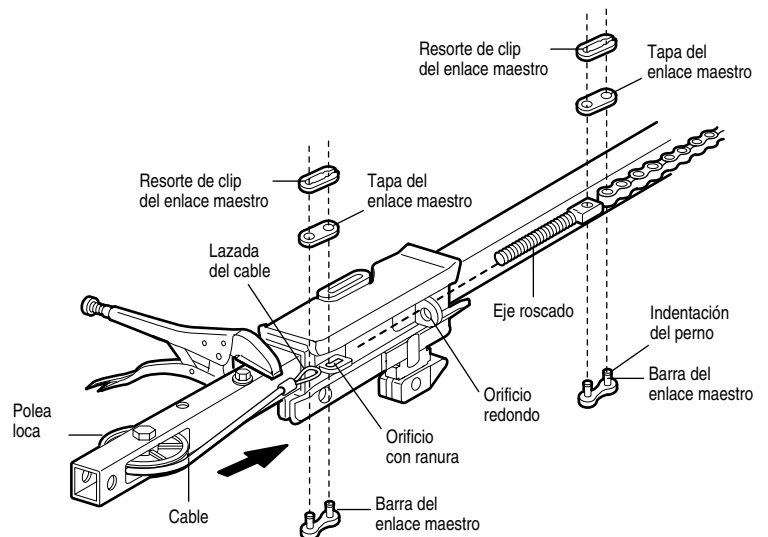

Figura 3
5. Enrosque la tuerca interna y la arandela en el eje roscado del trole (Figura 3).